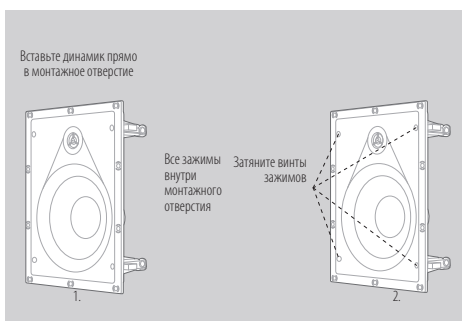

Рисунок 7
3. Вставьте динамик в отверстие. Воспользуйтесь отверткой, чтобы зафиксировать четыре винта на передней части динамика. Кронштейны динамика прижмутся к материалу стены. (Рисунок 7)